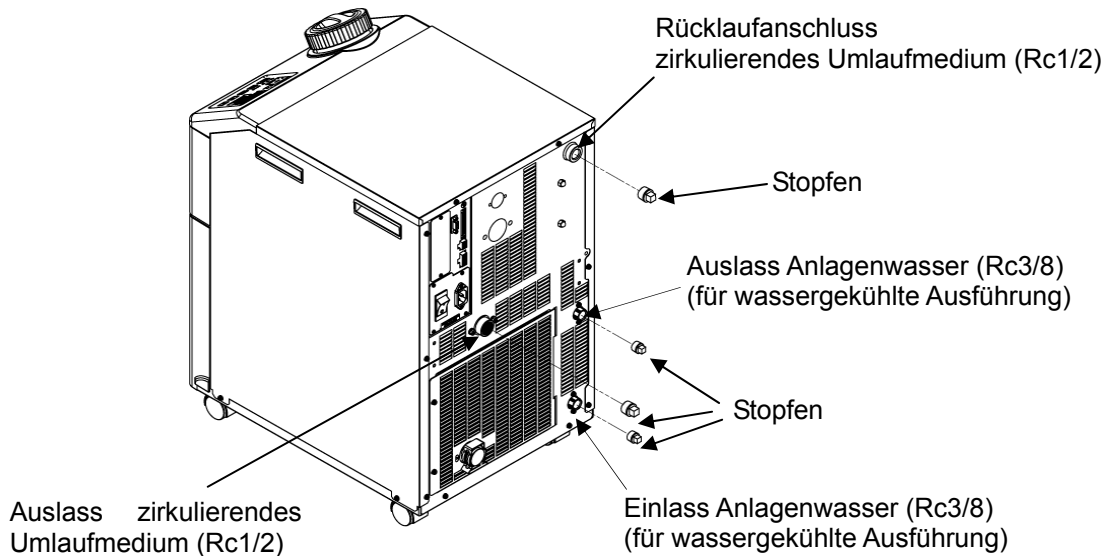

Abb. 8-6 Montage des Stopfens an die Leitungen des Produkts
9. Siehe Abb. 8-6 für die Montage des Stopfens an den Leitungen des Produkts.